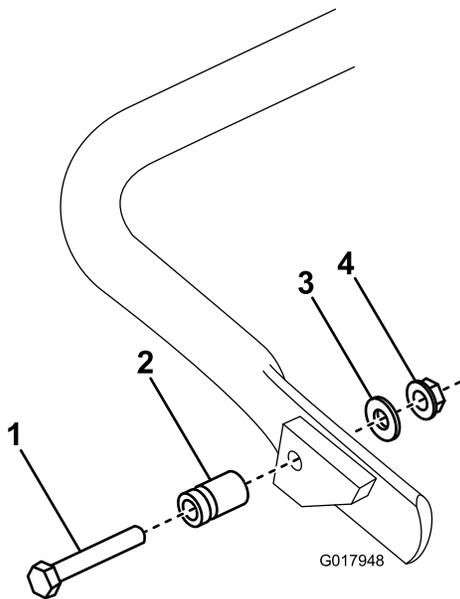

Figura 5
1. **Apenas no 04056**, ligue a cavilha de mola ao lado direito do apoio (Figura 5) utilizando o parafuso, anilha e porca flangeada fornecidos.